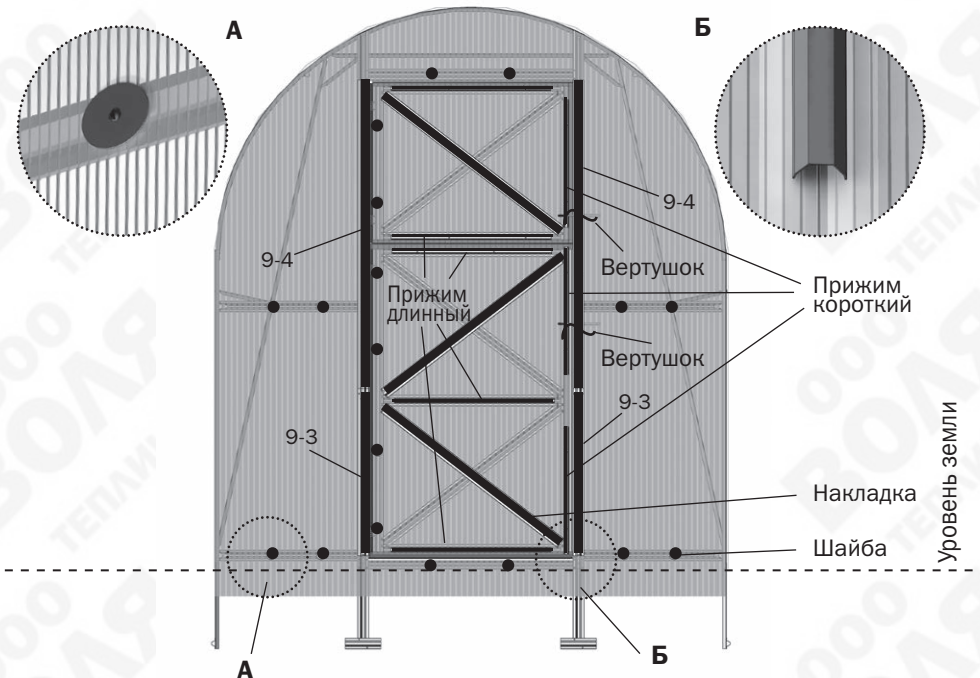

Рис.21
8. Шайбы и прижимы на торце устанавливаются в соответствии с **рис.21**.